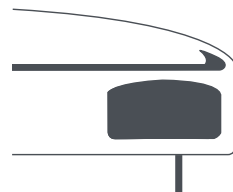

Fig. 11
votre autocuiseur Fagor. Si la soupape de fonctionnement/régulation de la pression (3) et la soupape de sécurité (7) est obstruée, par exemple en raison d'un remplissage excessif de l'autocuiseur, et qu'il y a une surpression à l'intérieur de celui-ci, la vapeur est libérée par la fenêtre de sécurité (6) située sur le bord du couvercle (1) (Fig. 11).